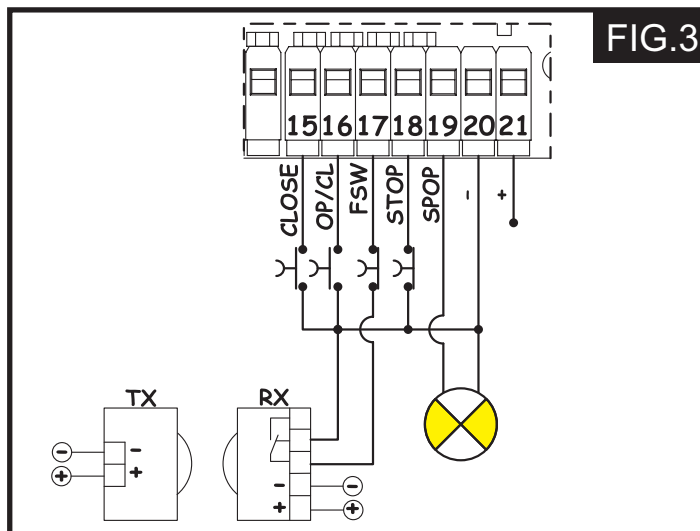

FIG.3
3.4.1.- Close (Fig.3)
3.4.2.- Open / Close (Fig.3)
3.4.3.- Dispositivos de seguridad (Fig.3)
3.4.4.- Stop (Fig.3)
3.4.5.- Luz testigo (Fig.3)
3.4.6.- Alimentación accesorios (Fig.3)